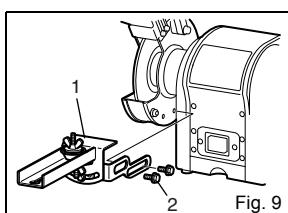

Fig. 9
- Montez et fixez la trousse d'affûtage de lame de scie comme illustré à la Fig. 9.